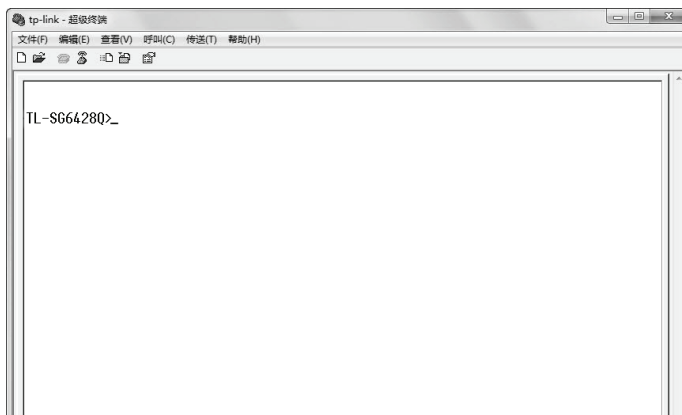

图5-4 命令行主窗口
3. 在主窗口中输入回车键，可以看到“TL-SG6428Q>”的提示符，说明已成功登录交换机。如图5-4所示。